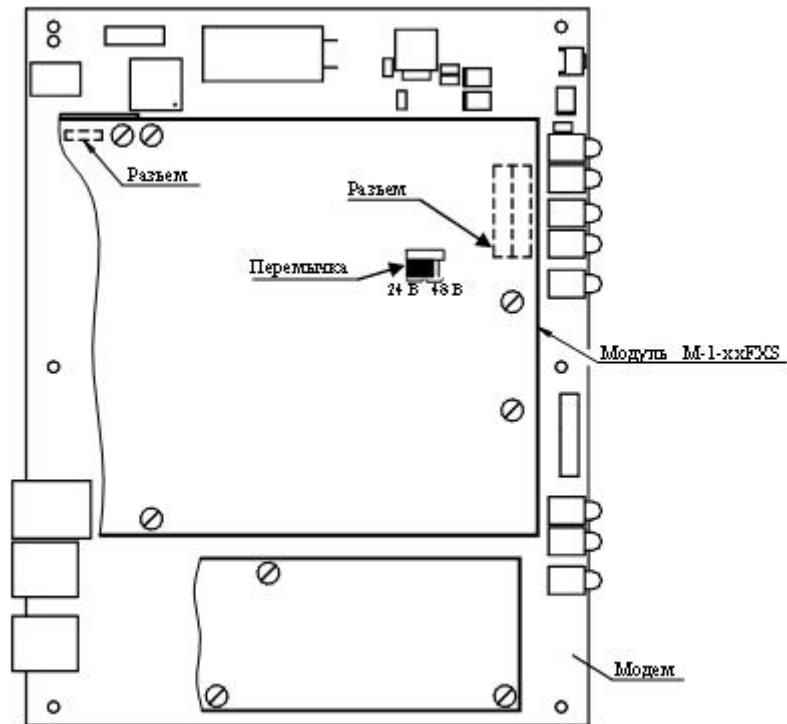
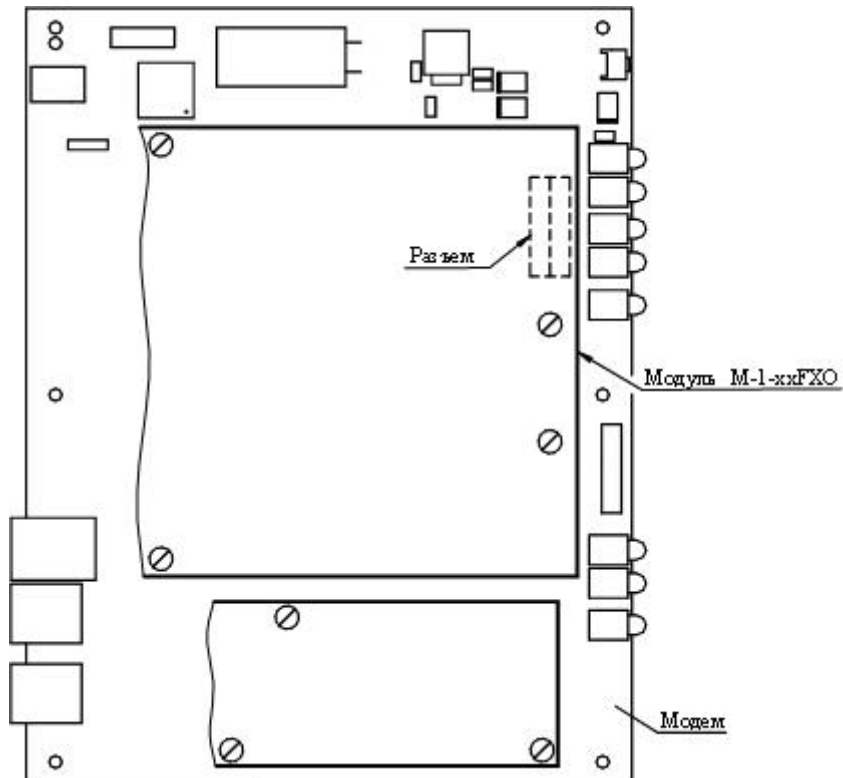

Рис. 5. Установка одного из модулей М-1-2хFXS-1-2448-AC9, М-1-4хFXS-1-24-AC9, М-1-2хFXS-1-2448-DC60, М-1-4хFXS-1-24-DC60
Рис. 6. Установка модуля М-1-2хFXO или М-1-4хFXO
4. Ознакомьтесь с местом установки модуля (см. Рис. 5, Рис. 6):
5. На модулях М-1-4хFXS-1-24-AC9 и М-1-4хFXS-1-24-DC60 переключатель отсутствует. Выбор напряжения постоянного тока 24 В или 48 В в режиме ожидания на модулях М-1-2хFXS-1-2448-AC9 и М-1-2хFXS-1-2448-DC60 осуществляется с помощью переключателя (см.Рис. 5).